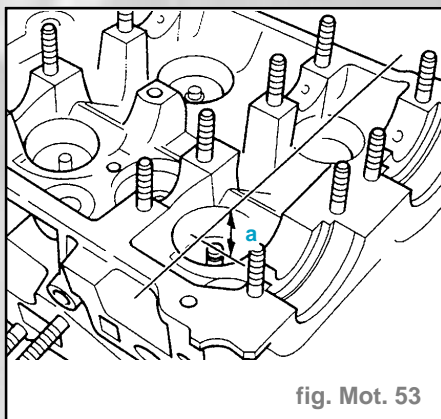

fig. Mot. 53
- Mesurer l'écart **-a-** entre l'extrémité de la tige de soupape et le rebord supérieur de la culasse (fig. Mot. 53).